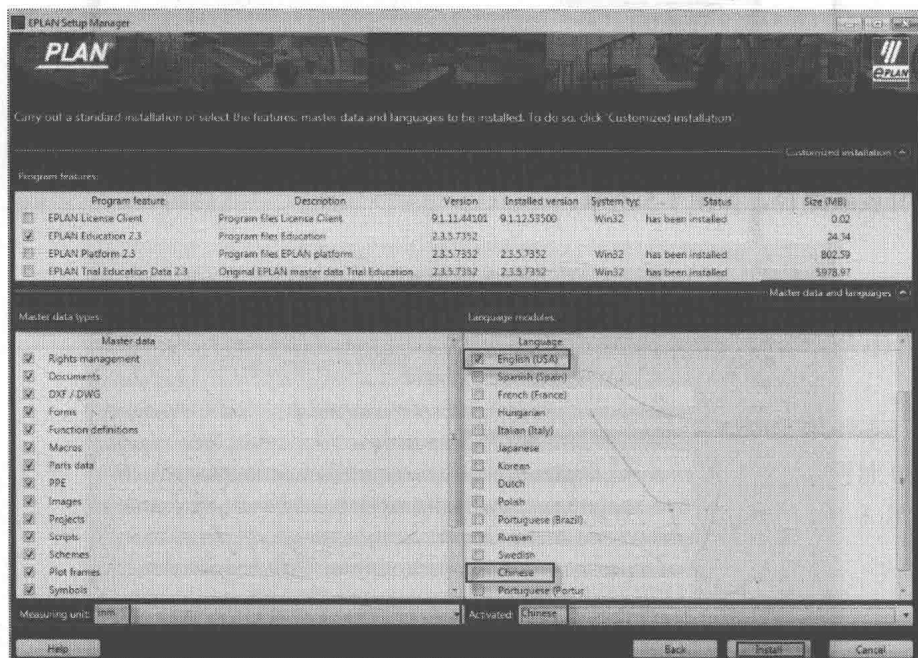

图 1-6 主数据和安装版本选择
- ① 建议按默认设置，将主程序安装在 C 盘。
- ② 由于系统主数据是用户主数据，是用户日常维护的主数据，含有自定义的符号、图框、表格等数据，最为重要的是含有日常设计的项目数据，因而，建议改变其安装路径，将其安装在除 C 盘以外的其他盘符下，避免在 GOSHT 系统的时候担心项目数据和主数据的丢失。
(5) 进入安装界面，如图 1-6 所示。